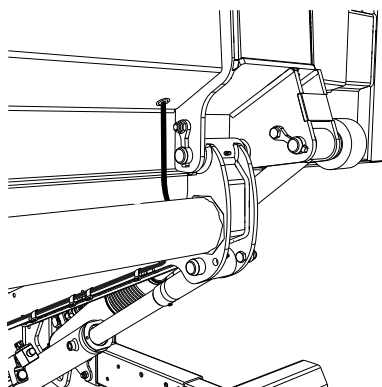
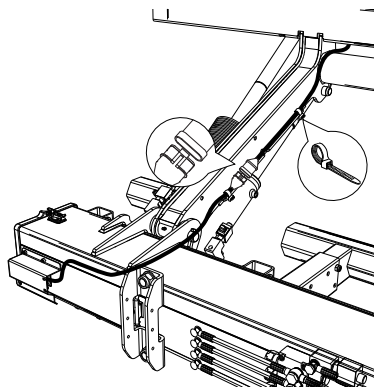
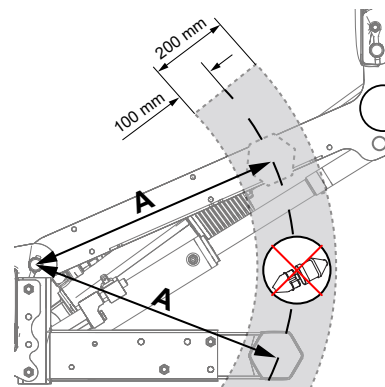

Abb.70. Montage der Verkabelung
Abb.71. Montage der Verkabelung
Abb.72. Positionieren des Schnellsteckverbinders
2. Verlegen Sie dann das Kabel und befestigen Sie es mit Kabelbindern gemäß Abb.70 und Abb.71. Der Schnellsteckverbinder muss so positioniert sein, dass er während der Hubarmbewegung nicht mit dem Unterfahrschutz kollidiert. Den Abstand (A) von der Mitte der Hubarmachse zur Mitte des Unterfahrschutzes messen, siehe Abb.72.
3. Denselben Abstand (A) am Hubarm messen, siehe Abb.72.
4. Ordnen Sie den Schnellsteckverbinder dann mindestens 100 mm inner- oder außerhalb des Messergebnisses (B) an, siehe Abb.72.